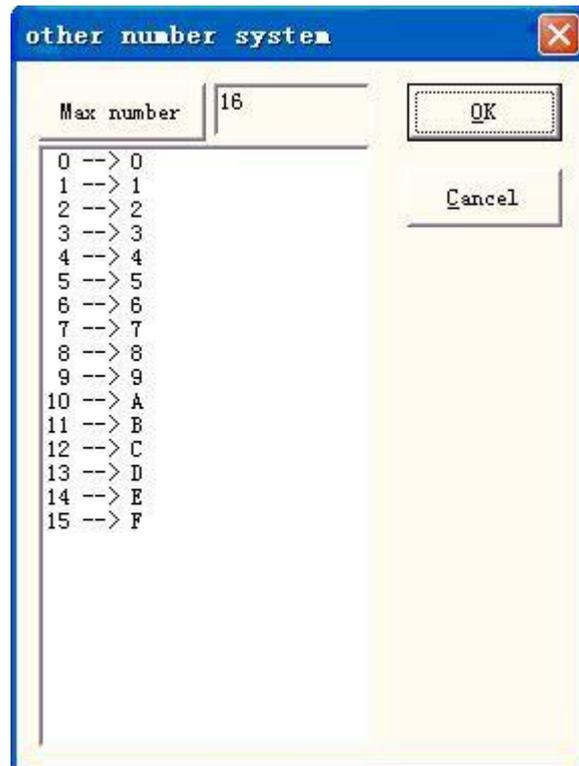

Abbildung 4-37 Dialogfeld "Benutzerdefiniertes anderes Nummernsystem
**Benutzerdefiniert:** Die Seriennummer trägt definiert nach benutzerdefinierten System, nach der Auswahl, wird das System ein Dialogfeld, wie Abbildung 4-37 zeigt angezeigt.